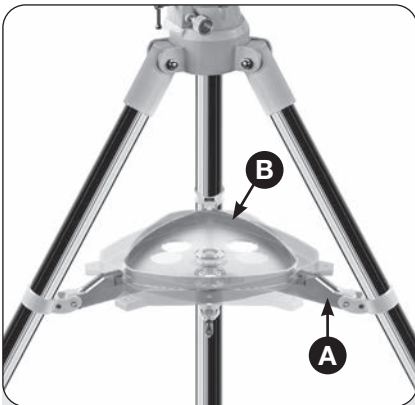

Fig. 2: El trípode con bandeja de accesorios
2. Montaje - Trípode: Las patas del trípode están premontadas y ya conectadas al cabezal del trípode (Fig 2, X) y al trípode (Fig 1, 16). Saque el trípode de su embalaje y colóquelo en posición vertical con las patas del trípode hacia abajo. Ahora tome dos de las patas del trípode y sepárelas con cuidado hasta una posición completamente abierta. El peso del trípode descansará sobre una sola pata. Luego monte el trípode para que quede recto. Ahora extienda cada pata del trípode individualmente a la longitud deseada (Fig. 3) y apriete un tornillo de sujeción cada una (un total de 3 piezas) a mano. No apriete demasiado los tornillos. Los tornillos de apriete sirven para bloquear los segmentos interiores de las patas del trípode a la altura deseada.
3. Montaje - Instalación de la bandeja de accesorios: La bandeja de accesorios (B, Fig. 2) se coloca en el centro de la araña del trípode con el lado plano hacia abajo y se instala girándola en el sentido de las agujas del reloj a través de 60°. Las tres lengüetas de la bandeja de accesorios deben alinearse con los soportes de retención de la araña del trípode y encajar en su lugar.